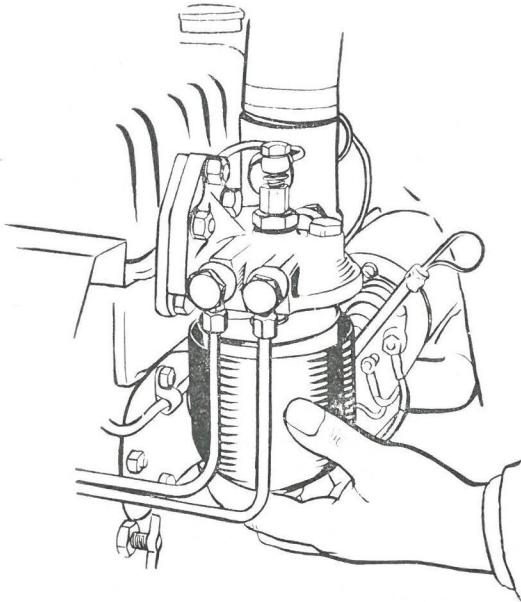

Fig 6
3. Démonter la cuve (voir Fig. 6).